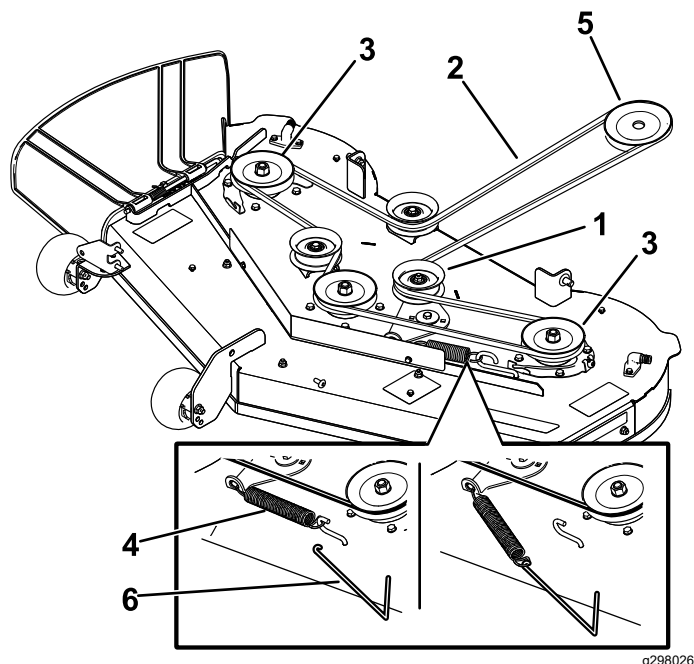

Figure 50
5. À l'aide d'un outil de dépose de ressort (réf. Toro 92-5771), décrochez le ressort du crochet sur le tablier pour détendre la poulie de tension et déchaussez la courroie des poulies (Figure 50).
6. Acheminez la courroie neuve autour de la poulie du moteur et des poulies du tablier de coupe (Figure 50).
7. À l'aide d'un outil de dépose de ressort (réf. Toro 92-5771), accrochez le ressort au crochet situé sur le tablier, afin d'exercer une tension sur la poulie de tension et la courroie du tablier de coupe (Figure 50).